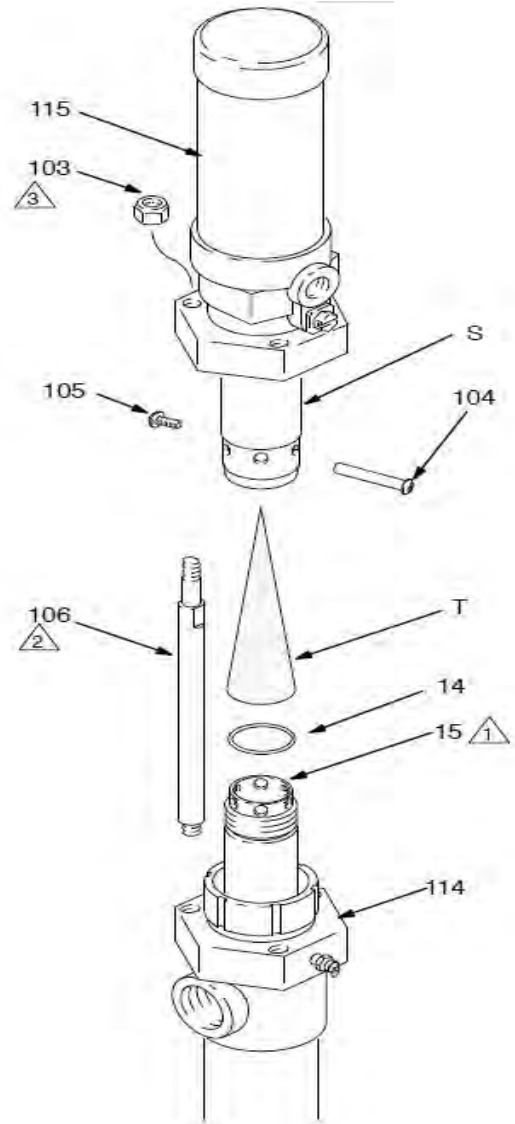

图 6
3. 参见图 6。拧开拉杆防松螺母 (103)。
4. 拧松并卸下螺杆 (105) 和枪筒 (104)。
5. 将空气电动机 (115) 抬高活塞泵 (114)。从空气电动机连杆 (S) 上拧下活塞杆 (15)。
1. 重新连接空气电动机时，在活塞杆 (15) 的螺纹上涂抹锂基润滑脂。确保 O 形圈 (14) 正确置于连杆上。
2. 将消声器 (T) 插入空气电动机连杆 (S)，如图 6。
3. 用手将活塞杆 (15) 拧紧到空气电动机连杆中，然后安装枪筒和螺杆组 (104 和 105)。
4. 在拉杆 (106) 的螺纹上涂抹螺纹密封剂。为确保正确对齐，首先将拉杆锁紧螺母 (106) 松松地拧到拉杆上，然后均匀地拧紧至 15 N•m (8 ft-lb)。